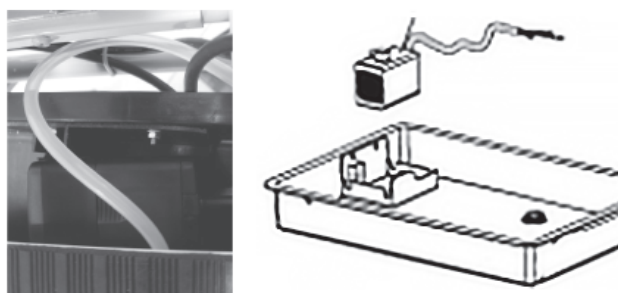

Рисунок 5. Схема встановлення водяного насоса системи охолодження.
5.1.2.5 Встановлення насоса системи охолодження диска (Рис. 5).